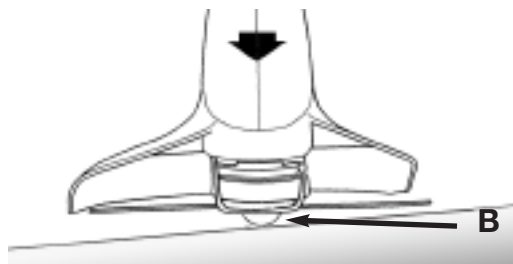

Fig. 10
**ADVERTENCIA:** Una línea corta o usada corta de manera menos eficiente, así que para mejorar su operación en ocasiones posteriores, golpee ligeramente el botón del rotor en el suelo mientras está funcionando la podadora. Esto soltará automáticamente más línea. (Fig 10)